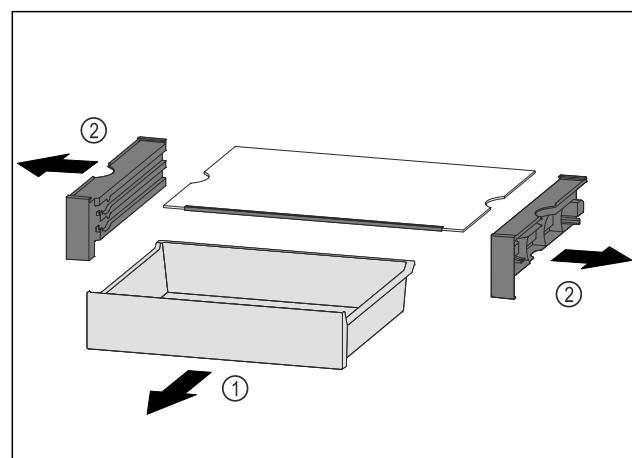

*Fig. 111*
- Наклонете VarioSafe в хладилната част. *Fig. 111 (1)*
- Извадете VarioSafe напред. *Fig. 111 (2)*